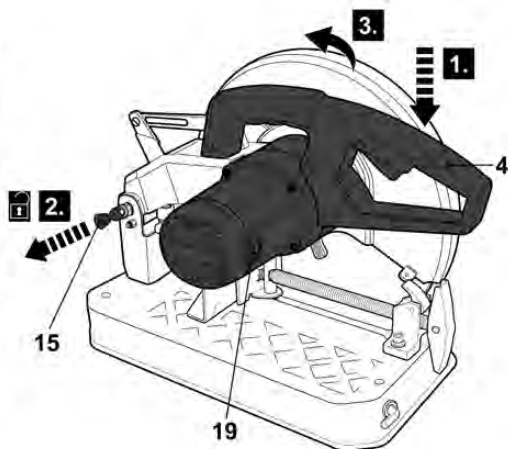

Fig. 2
- > Aplicați o presiune ușoară, în jos, pe mânerul de operare (4) și trageți pin-ul de deblocare (15) în afară pentru a debloca unitatea motorului (19).
- > Ghidați încet unitatea motorului în sus, până la înălțimea totală (Fig. 2).